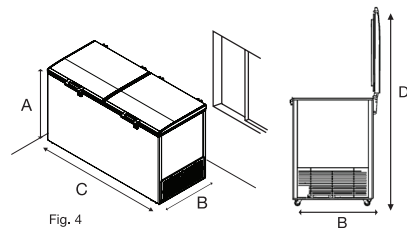

Fig. 4
- Verifique que el espacio en el cual se utilizará el equipo contemple las siguientes dimensiones de uso y apertura de las puertas. Ver Fig. 4